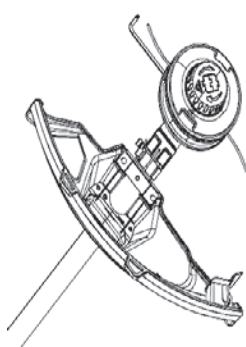

Рис. 9
2. Поворачивайте приводной вал, пока не увидите отверстие со стороны корпуса редуктора, вставьте шести-гранный ключ в отверстие (рис. 9), положите нож на опорную пластину, выровняйте фланец, пылезащитный кожух и закрутите гайку торцевым ключом против часовой стрелки, пока она не будет достаточно затянута (рис. 9, 10, 11).